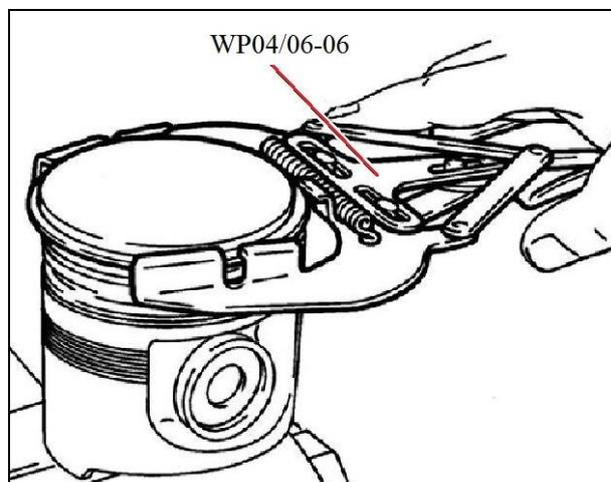

Рис. 45 Сборка поршня
3.3.3. Сборка шатунно-поршневой группы (Рис. 45)
3.12. Система впрыска топлива (см. Рис. 45)